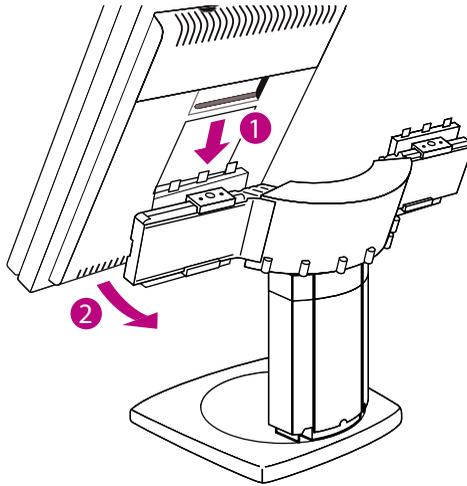

Figura 21:
5. Engate os encaixes superiores na parte traseira da tela nas âncoras superiores do prato de engate do apoio (figura 21 abaixo).
6. Empurre a parte inferior da tela firmemente no apoio para que as âncoras inferiores engatem nos encaixes inferiores (figura 21 abaixo).